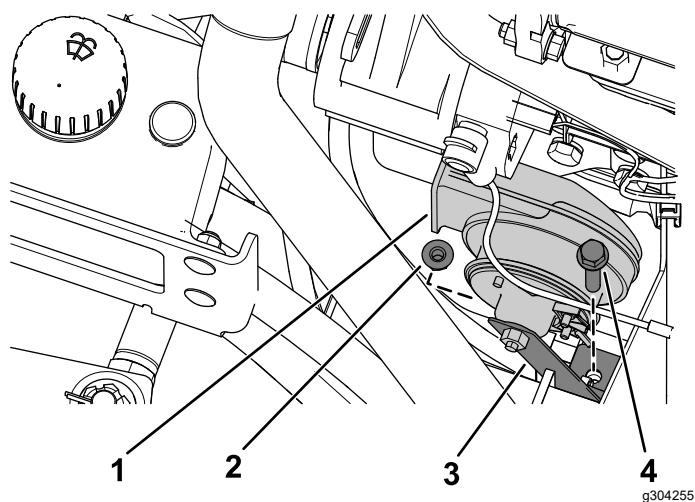

Figura 33
13. Fixai claxonul pe suportul de montare a claxonului folosind urubul și piulia (Figura 33) îndepărtate anterior.